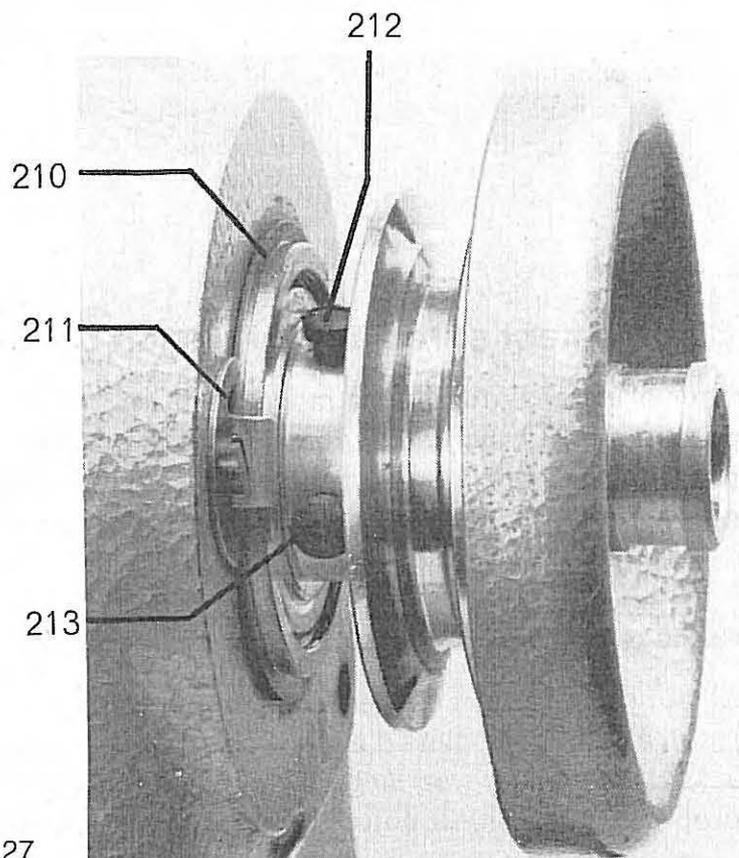

Fig. 27
22. Changement d'une courroie (fig. 27)
2. Enlever la courroie trapézoïdale, les deux ressorts d'arrêt 211 (fig. 27) et fixer à nouveau le volant.